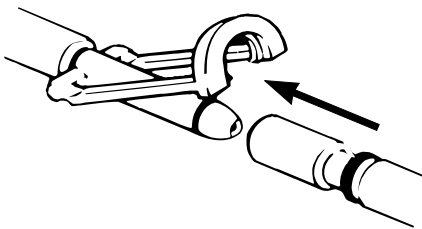
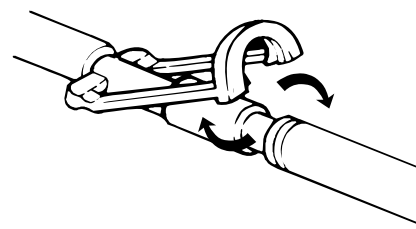

Figure 1-3 : Connexion des raccords
Figure 1-4 : Rotation des raccords
1. Introduire les raccords mâles dans les raccords femelles en tournant (Figure 1-3 à la page 14 and Figure 1-4 à la page 14).